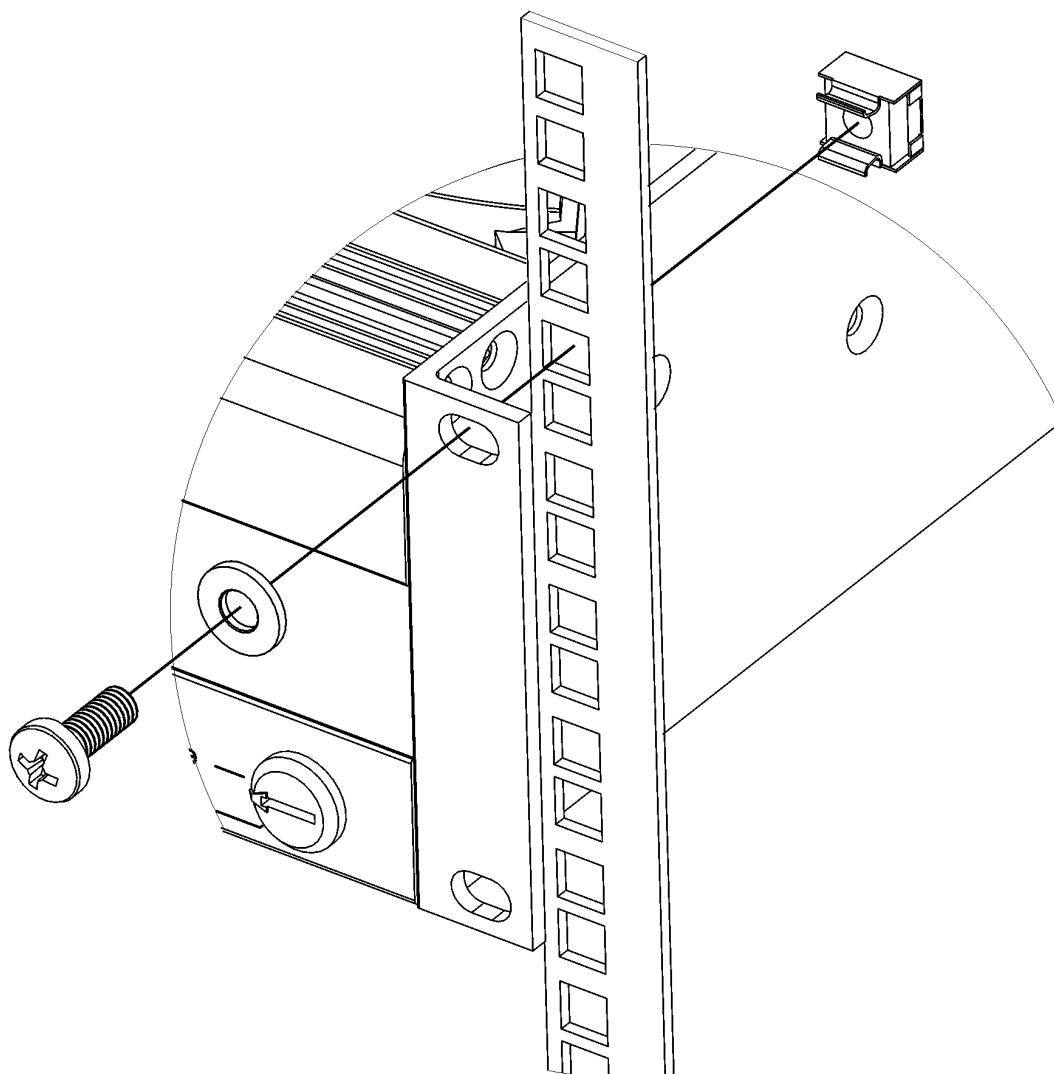

Fig. 12: Fijación del ventilador del sistema de 19"
3. Fije el ventilador del sistema con los cuatro agujeros oblongos. Véase Fig. 12 abajo.